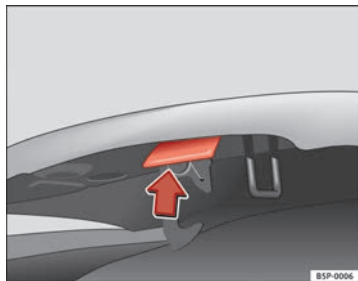

Fig. 180 Tirador de apertura por debajo del capó.
- Presione hacia arriba la palanca que hay debajo del capó ⇒ fig. 180. Al hacerlo, el gancho de sujeción queda desbloqueado.